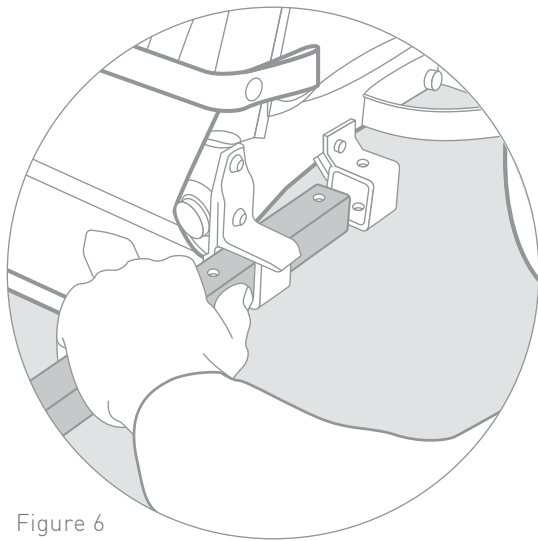

Figure 6
1. Slide tow bar into receiver on left side of trailer while pressing down on the button (Figure 6).
1. Die Zugstange in die Halterung auf der linken Seite des Anhängers schieben. Dabei den Knopf gedrückt halten (Abb. 6).
1. Faites glisser la barre de remorquage dans le récepteur sur la gauche de la remorque, tout en appuyant sur le bouton (Figure 6).